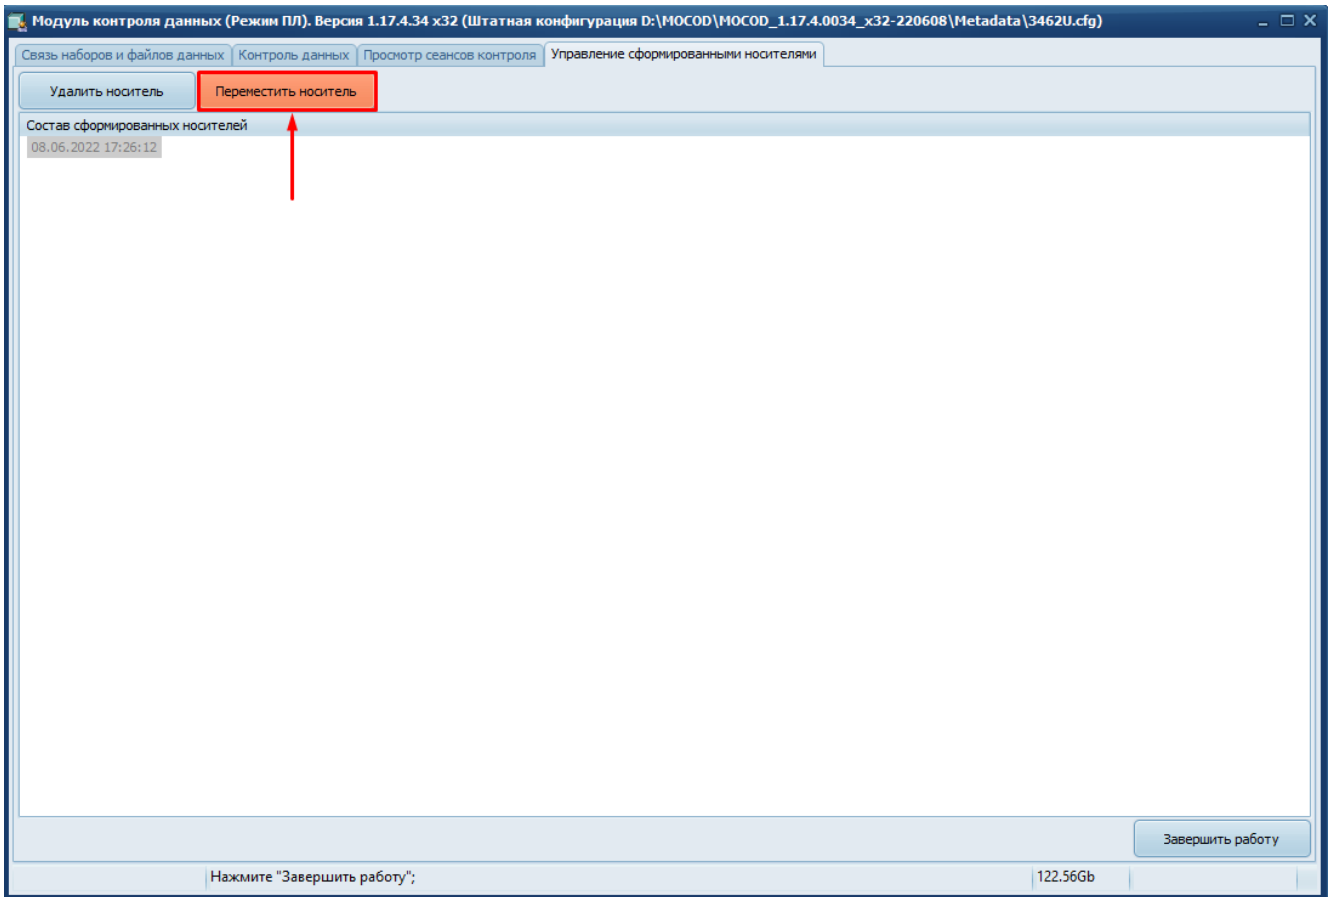

Рисунок 82 – Перемещение сформированного носителя
- 2) Нажать кнопку «Переместить носитель» (Рисунок 82).